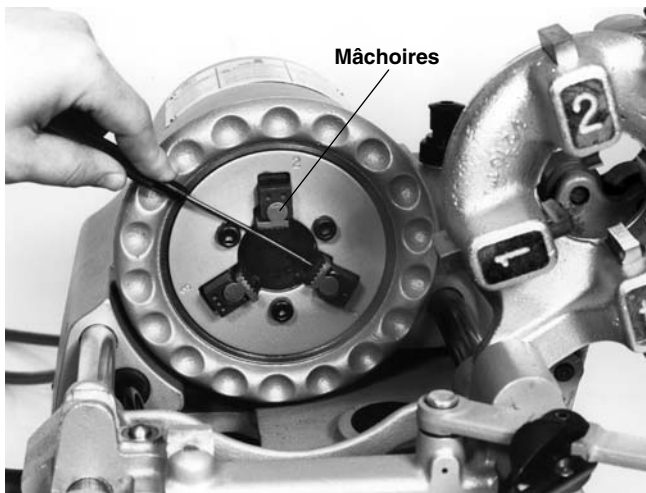

Figure 16 – Remplacement des mâchoires
1. Pour retirer une mâchoire, introduisez un poinçon dans l'orifice de la détente à ressort de l'insert, puis appuyez (*Figure 16*)